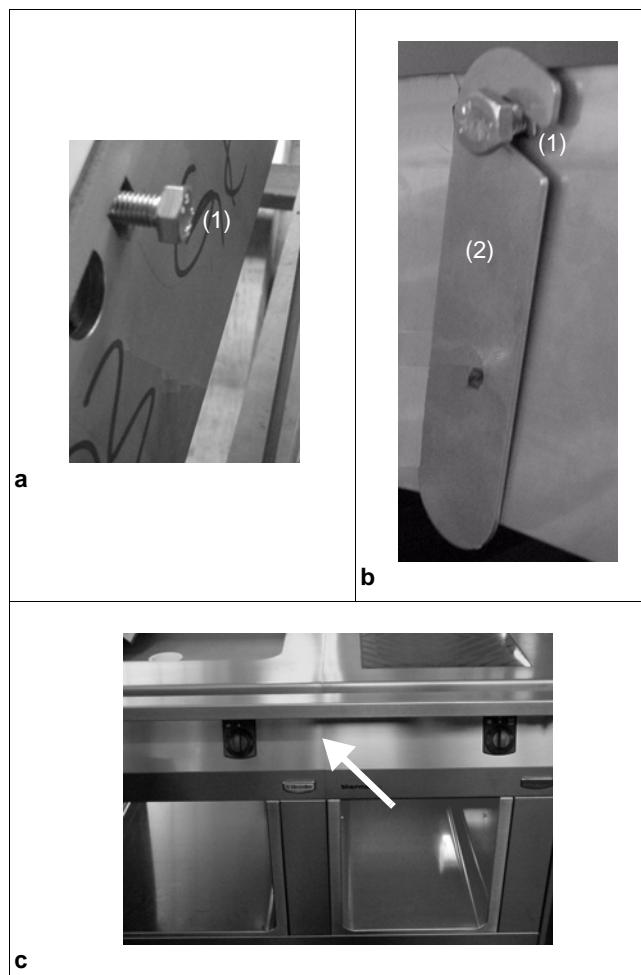

Fig.1 Raccordement latéral
Chaque kit d'assemblage comprend respectivement deux écrous en cage (1 / Fig.1) pré-montés à l'avant droit de l'appareil et des éclisses (2 / fig 1),
- ⇒ Vissez la vis (1 /fig. 1) à env. 5 mm de profondeur dans l'écrou en cage.
⇒ Insérez l'éclisse (2 / fig. 1) à l'intérieur sur la plaque d'assemblage droite du deuxième appareil.
Chaque kit d'assemblage comprend respectivement deux vis hexagonales M8 x 25 (1 / Fig.1), des boulons avec circlip (2 / Fig.1), des éclisses (3 / Fig.1), des vis hexagonales M8 x 16 avec rondelles à denture intérieure et des vis hexagonales M8, des vis hexagonales M5 avec rondelles à denture intérieure (4 / Fig.1)
- ⇒ Vissez la vis (3 / Fig.1) à env. 5 mm de profondeur dans l'écrou en cage pré-monté dans la paroi latérale.